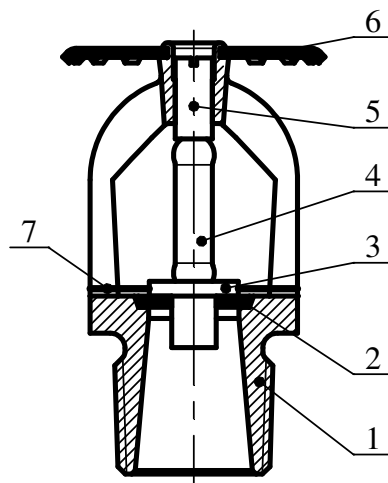

Рис. 1
3.1 Ороситель, представленный на рис. 1, состоит из корпуса 1; запорного устройства, включающего в себя тарельчатую пружину 2, крышку 3 и стеклянную колбу 4; винта 5, розетки 6 и откидной пружины 7.